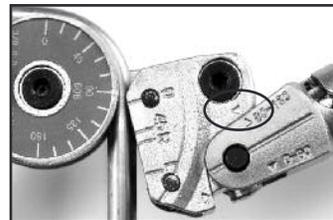

Abbildung 13 – Griff drehen
2. Drehen Sie den Griff um das Gleitstück, bis die 90-180° Dreiecksmarkierung auf dem Griff mit der Dreiecksmarkierung auf dem Gleitstück übereinstimmt (Abbildung 13).